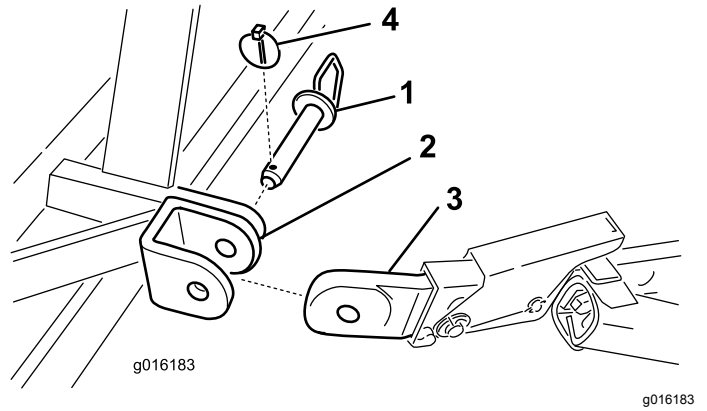

Figura 4
- Sujete los brazos de enganche inferiores a los soportes de montaje del aireador con pasadores de retención y pasadores de seguridad (Figura 4).